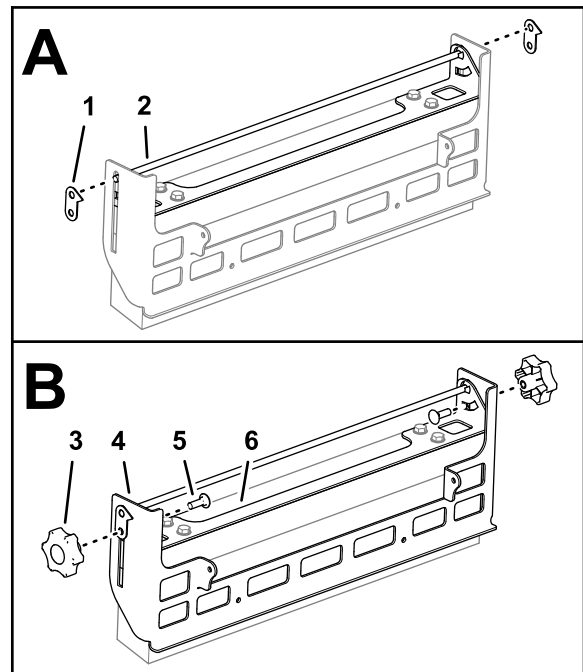

Рисунок 3
2. Установите пластину регулировки высоты щетки на конец стержня рукоятки для кронштейна регулировки щетки, как показано на Рисунок 3.
3. Проденьте каретный болт через проем в кронштейне регулировки щетки, паз в креплении щетки и нижнее отверстие в пластине регулировки высоты щетки (Рисунок 3).
4. Наверните ручку на каретный болт и затяните ручку (Рисунок 3).